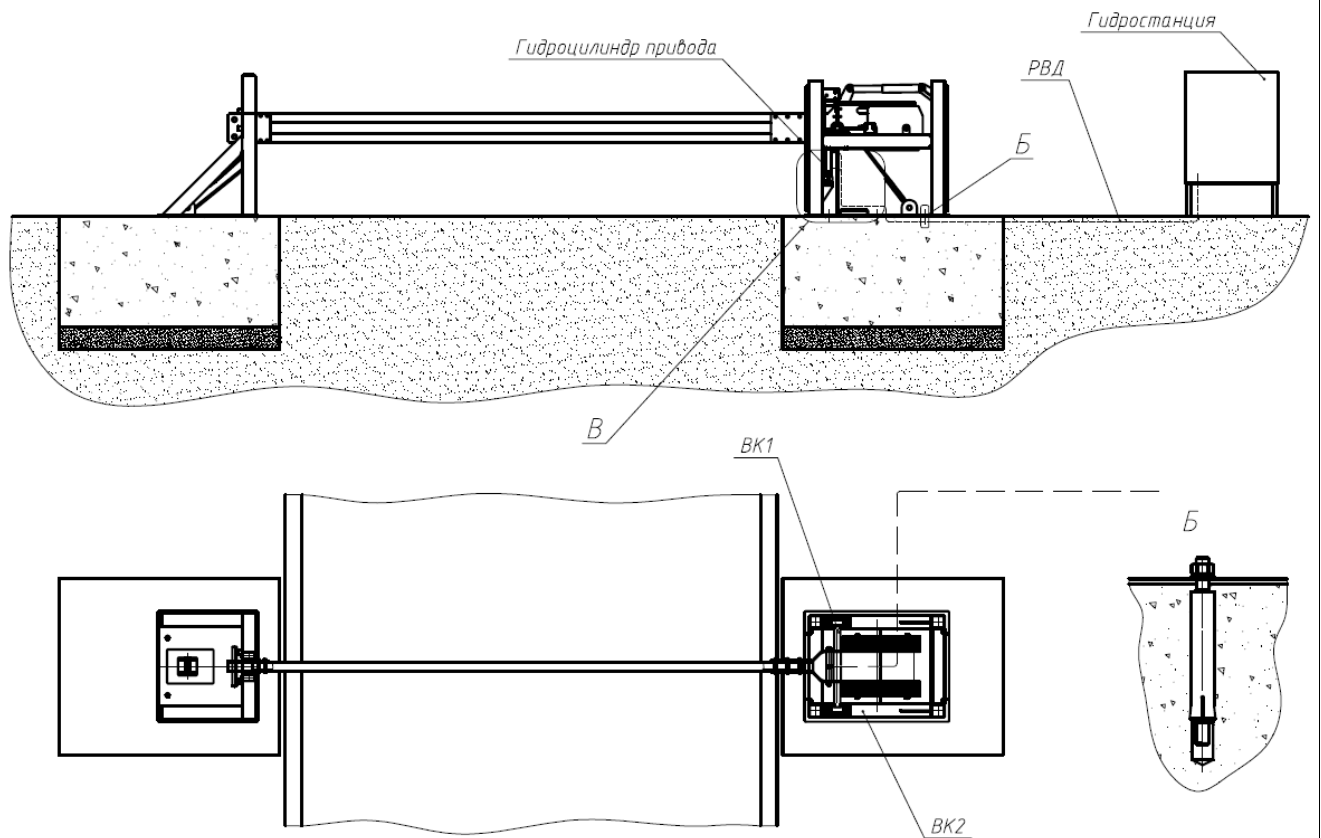

рис.4.1
1.1.9 Установить шлагбаум на фундамент и закрепить при помощи клиновых анкерных болтов М20х200 (рис. 4.1).